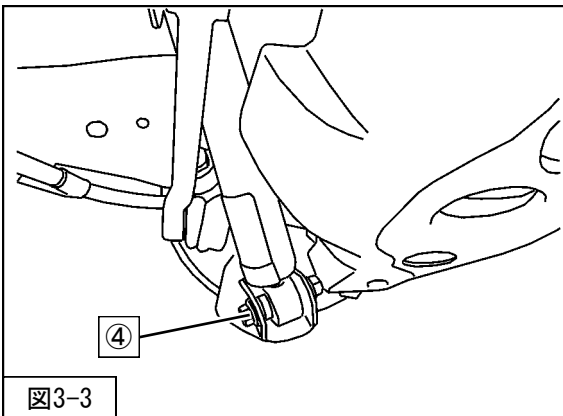

図3-3
5. ④リアショックアブソーバASSYロア取付ボルト・ナットを取外してください。(図3-3)